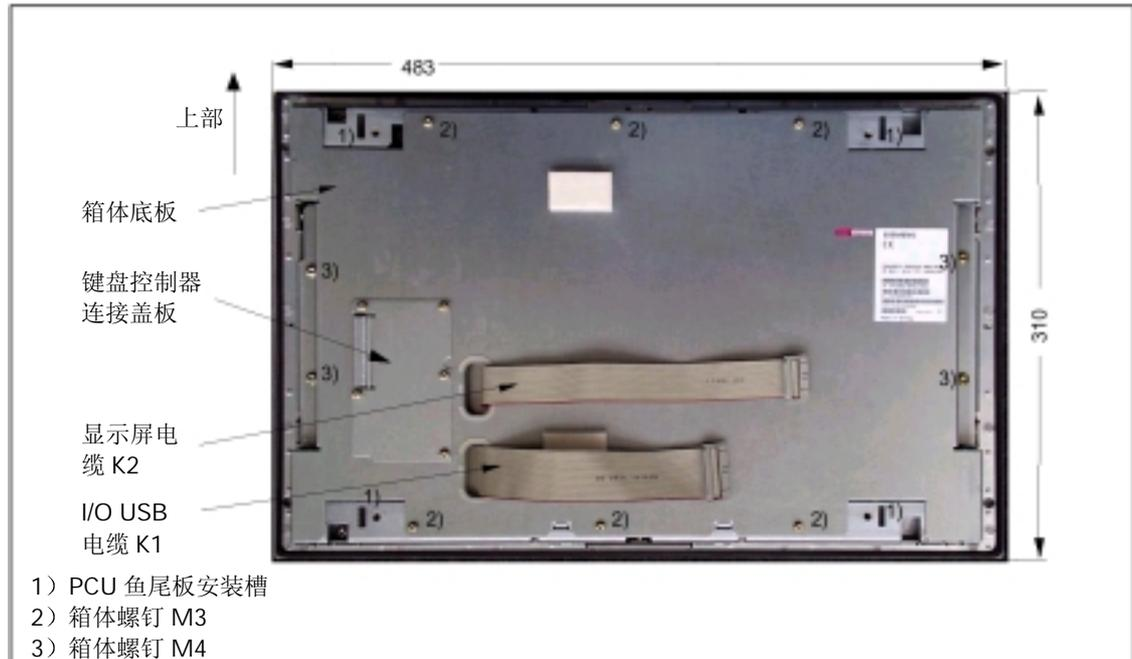

图 9-3 操作面板背面，接口和安装槽位置
2. 把 PCU50 中已经装好的安装板的鱼尾板垂直地插到 OP015 的安装插槽中（图 9-3）。
2. 松开箱体螺钉（参见图 9-3），取下箱体盖板。